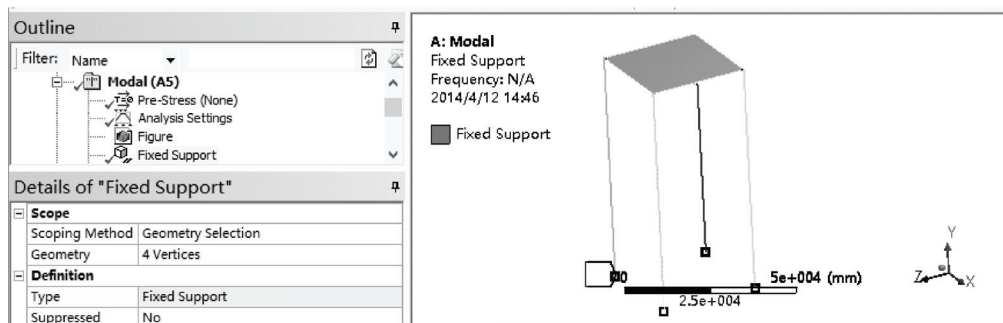

图 12-8 固定约束
4) 在 Outline 树结构图中的 Mesh 选项单击鼠标右键, 在弹出的快捷菜单中选择 Generate Mesh, 生成网格最终的效果如图 12-8 所示。